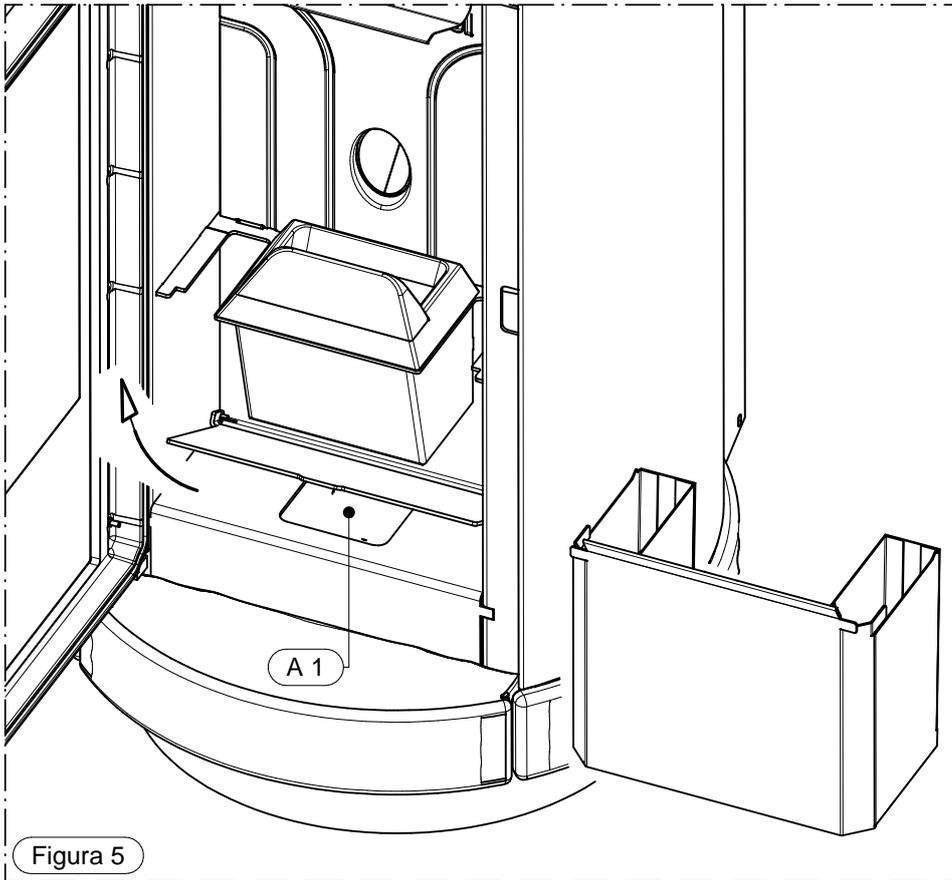

Figura 5
**MENSILMENTE** ispezionare e pulire l'apertura identificata con A1 (figura 5). Per accedervi aprire la porta, togliere il cassetto cenere ed alzare la lama di chiusura